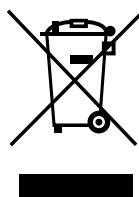

Rys. 3
- Odkręcić szklaną obudowę w kierunku przeciwnym do kierunku ruchu wskazówek zegara zgodnie z Rys. 3 i zastąpić żarówkę nową tego samego typu i o tych samych wartościach.